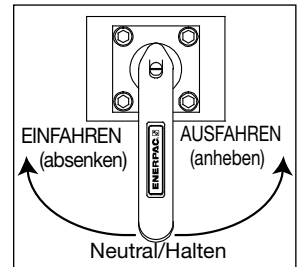

Abbildung 3: Steuerventil
5.1 Steuerventil (siehe Abbildung 3)
5.5 Bedienung des Hebers (siehe Abbildung 3, 4 und 5)